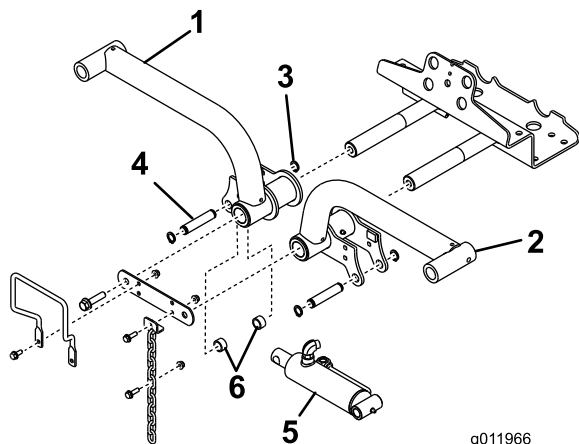

Рисунок 15
4. Вставьте подъемные рычаги в оси поворота подъемных рычагов (Рисунок 15) и закрепите каждый с помощью ранее снятых тяг оси поворота подъемного рычага и болтов.
6. Прикрепите правый конец подъемного цилиндра к правой стреле с помощью штифта и двух разделителей ((Рисунок 15)). Закрепите с помощью стопорного кольца.